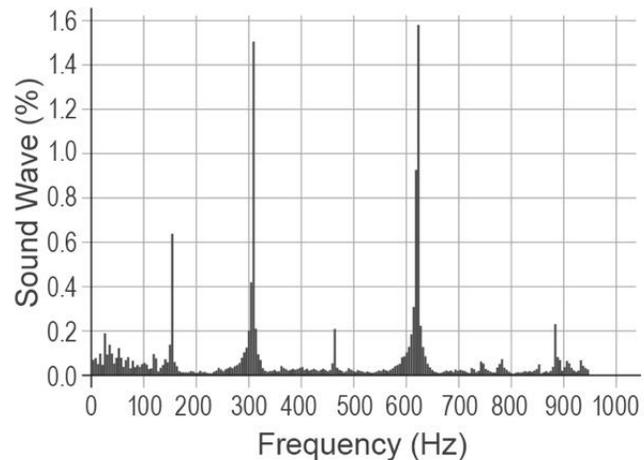

Abbildung 3
- Untersuchen Sie den Hebel, an dem die Schnur und die hängende Masse befestigt sind, genauer. Die Spannung (FT) in der Schnur und das Gewicht der hängenden Masse erzeugen beide ein Drehmoment um den Drehpunkt des Hebels. Wenn sich der Hebel im Gleichgewicht befindet, wie groß sind diese Drehmomente im Vergleich?
- Der Ort, an dem die Saite die Kraft auf den Hebel ausübt, liegt 5-mal näher am Drehpunkt als der Ort, an dem die hängende Masse ihre Kraft ausübt. Da das Drehmoment aus der Saitenspannung (FT) und dem hängenden Gewicht gleich sein muss, wie verhält sich die Spannkraft in der Saite zum Gewicht der hängenden Masse? Angenommen, die Kräfte wirken senkrecht zum Hebel. Berechnen Sie das Gewicht der 0,5 kg schweren hängenden Masse und die Spannung in der Schnur. Zeigen Sie Ihre Arbeit unten und tragen Sie die Spannung in Tabelle 1 ein. Vervollständigen Sie die Zeile Spannung (FT) in Tabelle 1 für die anderen Massen.
- Zupfen Sie die Saite in der Mitte mit dem Sonometer-Pick leicht an. Der Ton, den Sie hören, wird durch die schwingende Saite verursacht. Die Frequenz (f) steht in direktem Zusammenhang mit der Tonhöhe des Tons, den Sie hören. Eine Welle mit höherer Frequenz hat eine höhere Tonhöhe. Sagen Sie voraus, was mit der Frequenz passiert, wenn die Spannung (FT) in der Saite erhöht wird. Wird die Frequenz steigen, sinken oder gleichbleiben?
12. Zupfen Sie vorsichtig an der Saite. Sobald Daten erscheinen, beenden Sie die Aufnahme. Es sollte ähnlich aussehen wie die in *Abbildung 3* gezeigten Beispieldaten. Möglicherweise müssen Sie die Aufnahme mehrmals wiederholen, weil der Ton schnell verblasst. Beachten Sie, dass mehrere Frequenzen vorhanden sind, von denen einige von Hintergrundgeräuschen stammen. Die Grundfrequenz (f) liegt in diesem Diagramm bei etwa 150 Hz. Die beiden größten dargestellten Frequenzen sind Vielfache der Grundfrequenz und werden als Oberwellen bezeichnet.